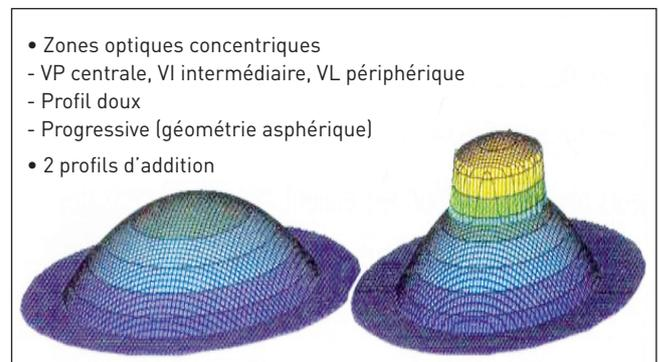

Figure 1. Purevision multifocale : visualisation des deux profils d'addition low et high.
- une zone périphérique stabilisée en vision de loin (figure 1).